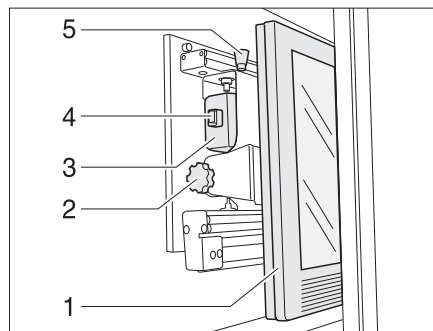

Bild 122 TV-skåp
- Tryck på låsknappen (Bild 122,5) och drag, med handtaget (Bild 122,4), fram fästet för den platta bildskärmen till stoppläget.
- Drag ut låsknappen (Bild 122,1) och vrid den platta bildskärmen (Bild 122,2) till önskat läge.
- Lossa den räfflade skruven (Bild 122,3).